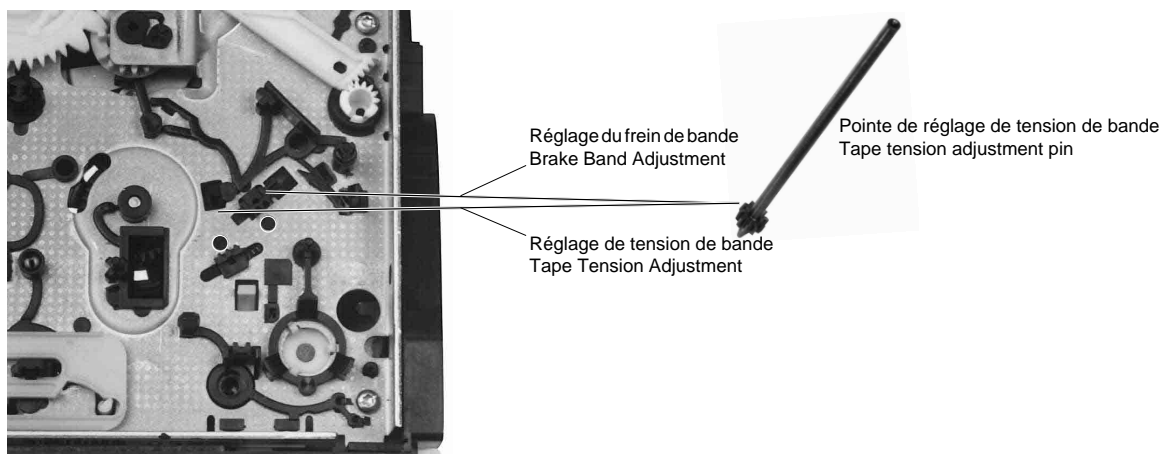
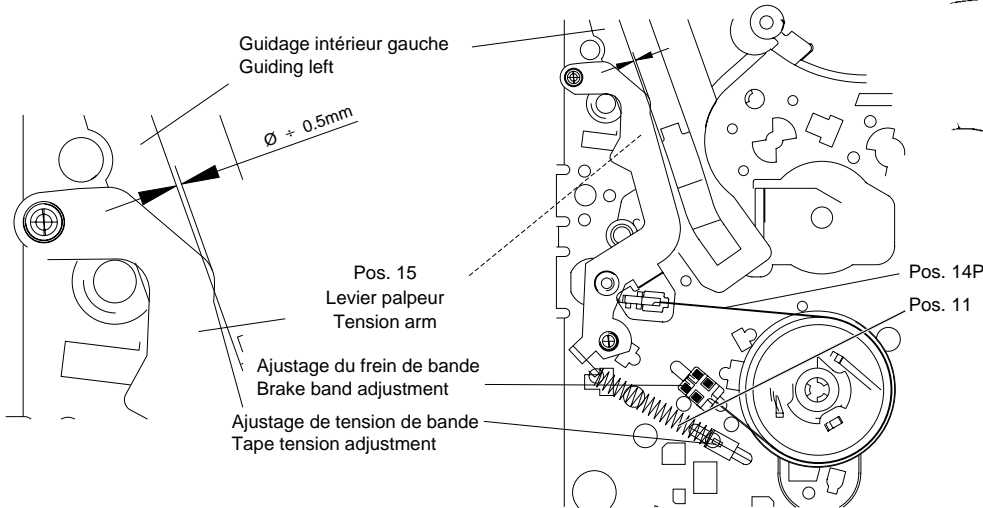

Fig. 26
Fig. 27
- A l'aide de l'outil de réglage (par dessous, Fig. 26), régler le frein (Fig. 27, Pos. 14P) de telle sorte que le bras du palpeur de tension de bande (Pos. 15) se superpose avec l'arrête de guidage intérieure gauche du rail de gauche (Fig. 27).
- A l'aide de l'outil de réglage, régler le ressort (Fig. 27, Pos. 11) sur une traction de bande de 0,24N ±0,02N (24g ±2g).
- Adjust the brake band (Fig. 27, Pos. 14P) by means of the tape tension adjusting tool (from the underside of the tape deck, Fig. 26) so that the edge of the elbow of the tape tension arm (Pos. 15) overlaps with the left inner edge of the left guide (see Fig. 27).
- Adjust the spring (Fig. 27, Pos. 11) to a tape tension of 0.24N ±0.02N (24g ±2g) by means of the tape tension adjustment tool.